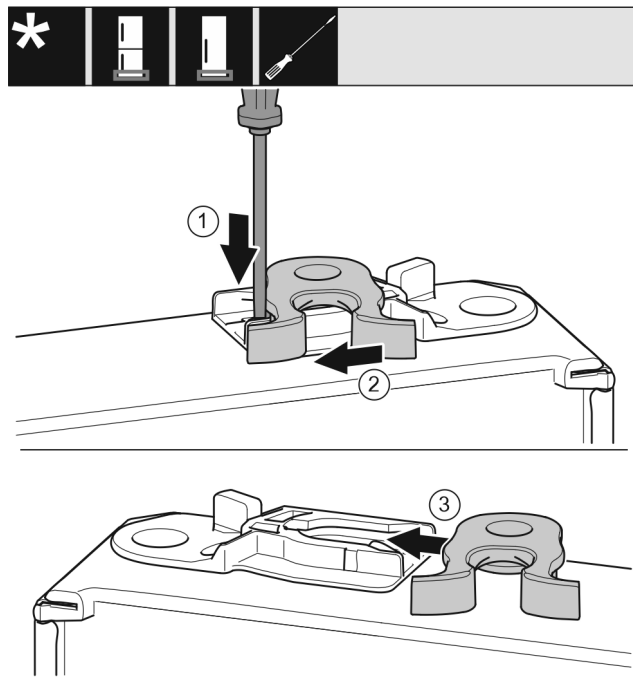

Fig. 46 *
- Shtypni për poshtë gjuhëzën Fig. 46 (1) me një kaçavidë me kokë petë.*
- Nxirrni jashtë nga foleja udhëzuese grepat e mbylljes Fig. 46 (2).*
- Futni grepat e mbylljes Fig. 46 (3) në folenë udhëzuese në anën tjetër.*